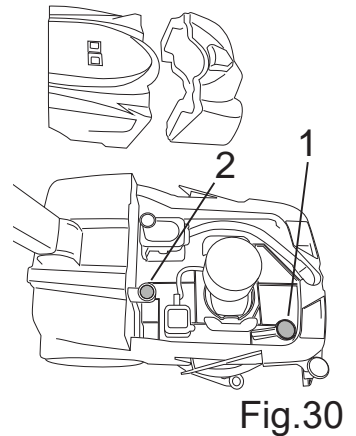

Fig.30
- Ta ut filteret og vask det med vann (fig. 30- ref.1).
- Ta ut filteret og vask det med vann (fig. 30- ref.2).